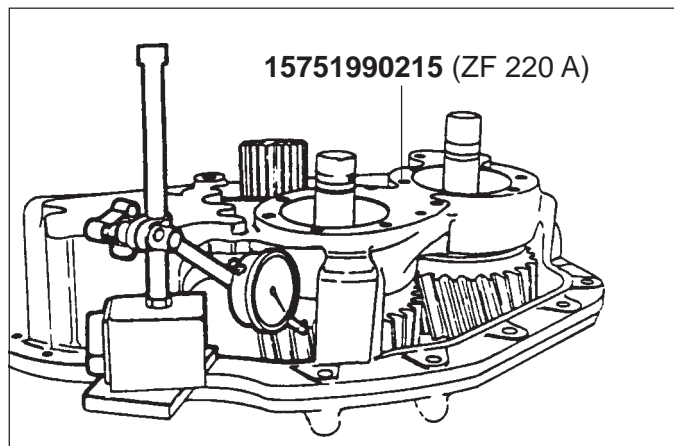

Fig. 36
tica sul fianco del dente dell'ingranaggio (76), e ruotarlo in modo che i denti vadano in battuta fra di loro. Il valore rilevato del comparatore deve essere compreso tra 0.174-0.232 mm (Fig. 36).
The value shown by the dial indicator must be between 0.174 - 0.232 mm (Fig. 36).